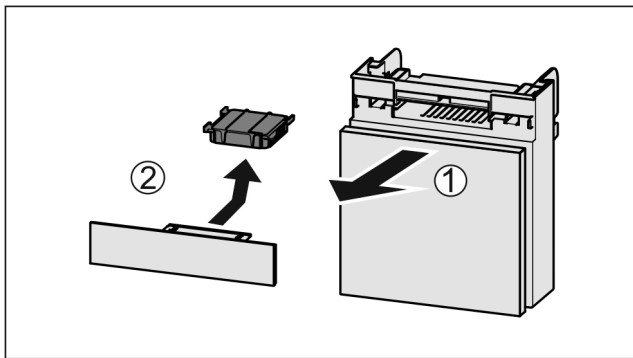

Fig. 91
- ▶ Fach nach vorne herausziehen Fig. 91 (1).
- ▶ Aktivkohlefilter entnehmen Fig. 91 (2).